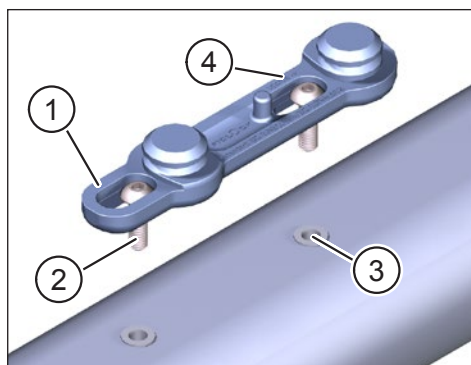

Fig. 1: Fixation du FIDLOCK® Bike Base sur le vélo
- Fixez le FIDLOCK® Bike Base (élément 1 Fig. 1) avec les deux vis à tête plate (élément 2 Fig. 1) dans les trous prévus à cet effet dans le cadre du vélo (élément 3 Fig. 1, respectez les consignes du fabricant) dans le cadre du E-Bike.